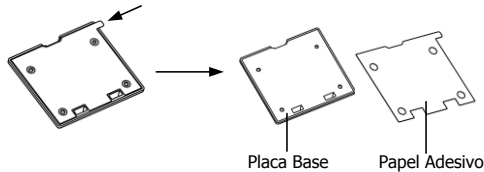

Fig. 11-10
(1) Retire o **Papel Adesivo** da **Placa Base** como indicado pela seta no topo esquerdo da Fig. 11-10.